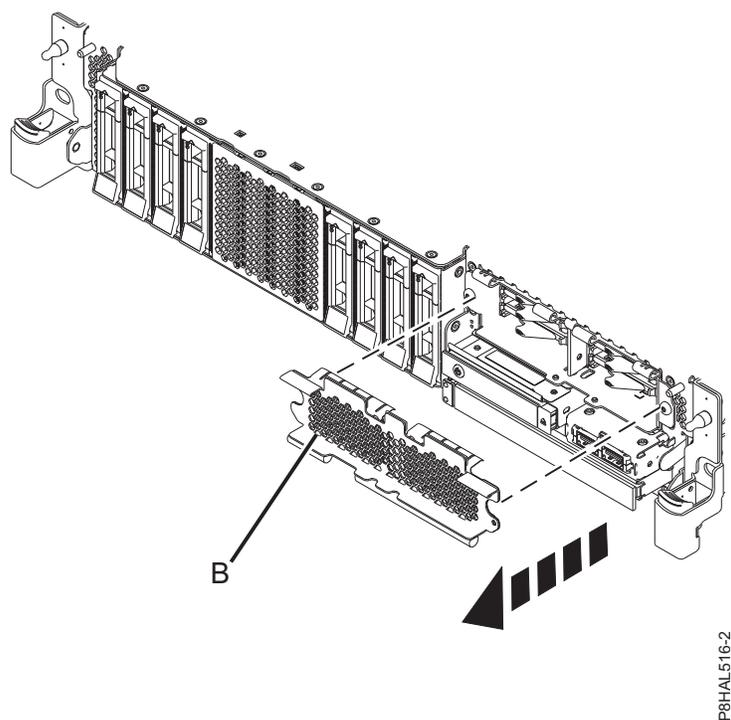

図 42. 拡張機能 システム内の SSD スロットにアクセスするための SSD ケージ・カバーの取り外し
10. SSDスロットにアクセスするために、図42に示すようにSSDケージを覆っている穴開きプレート**(B)**を取り外します。